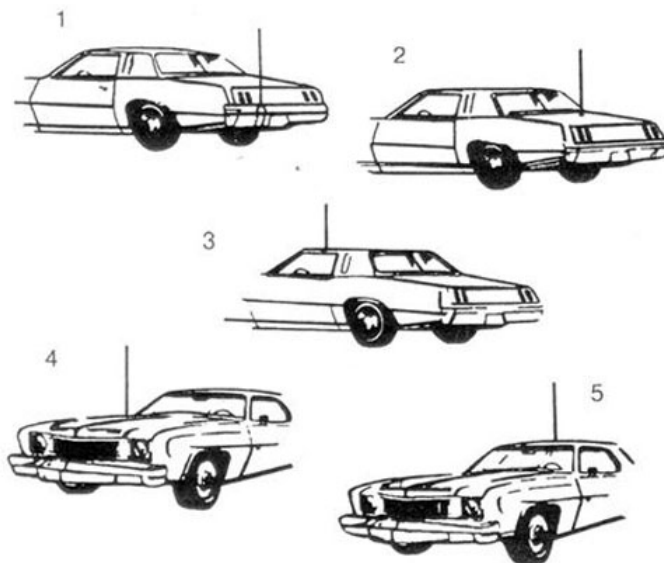

Рис. 3. Возможное место установки антенны.
В общем случае имеются два типа антенн для мобильных Си-Би радиостанций - полноразмерный штырь длиной 1/4 волны (2,75 м) и укороченная согласованная штыревая антенна (от 0,5 до 1,9 м). Из-за большой длины полноразмерных антенн на автомобилях применяются, в основном, укороченные антенны длиной не менее 1,2 м, в различных конструктивных исполнениях с креплением через отверстие в крыше, на кронштейне за отбортовку водостока или на магнитном основании (см. рис. 3).
На рис. 3 показаны пять типичных мест установки автомобильной антенны: (1) задний бампер, (2) задняя крышка багажника, (3) отбортовка для стока воды, (4) капот, (5) крыша.